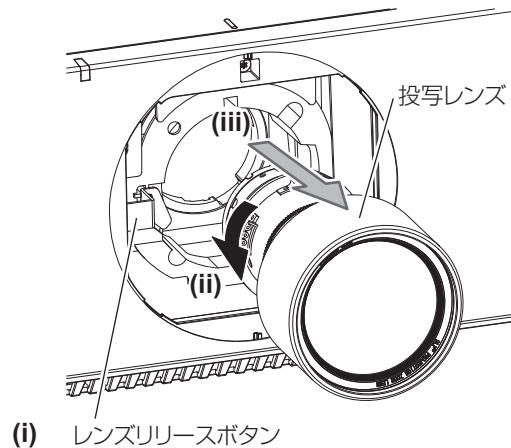

図2
- 2) レンズリリースボタンを押しながら反時計方向に投写レンズを回しきり、投写レンズを取り出す（図2）
- 2) 時計方向に「カチッ」と音がするまで回す（図2）